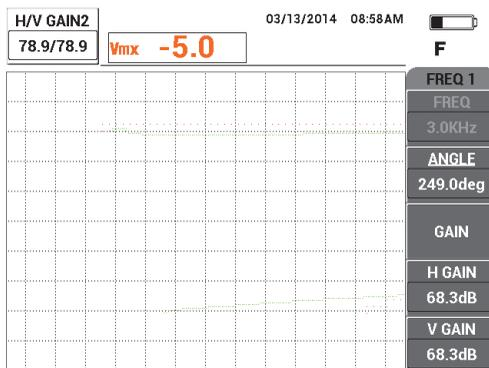

Рис. 5-106 Настройка усиления для частоты 2
9. Нажмите клавишу **GAIN (dB)** еще три раза и увеличьте усиление частоты 2, так чтобы сигнал частоты 2 в положении 2 оказался также на уровне 20 % высоты экрана (см. Рис. 5-106 на стр. 215).